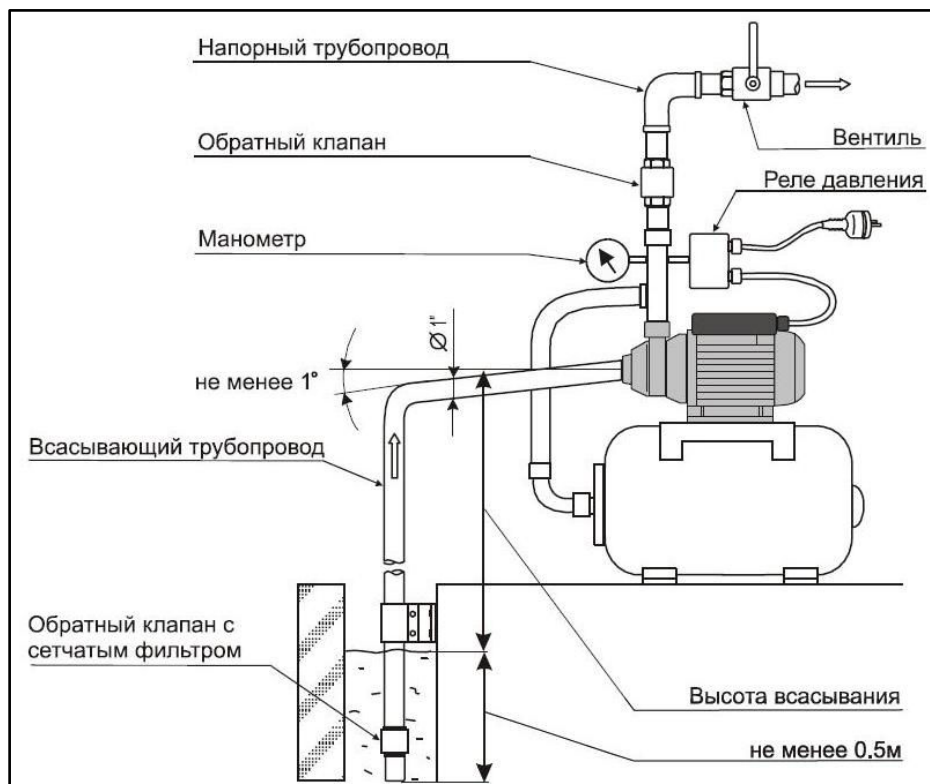

Рис. 3
- Должна быть без сужений и резких изгибов; должна иметь тот же внутренний диаметр, что и входное отверстие насоса, а также должна иметь непрерывный уклон от насоса к источнику водозабора не менее 1 градуса (См. Рис. 3) для исключения скопления пузырьков воздуха и образования воздушных пробок.